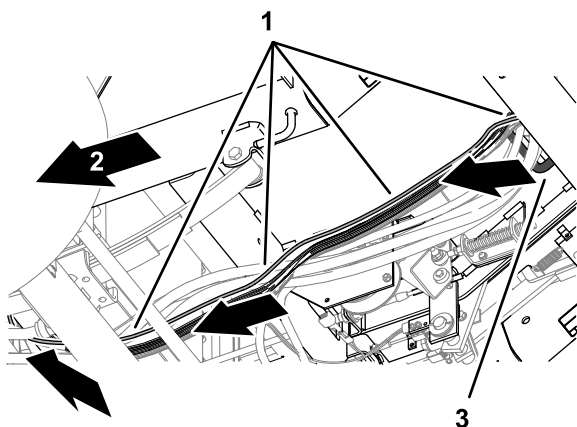

**Figura 66**
2. Enrute el cable de datos del módem por el arnés de cables de la máquina, y a través del anillo de goma de la chapa de suelo (Figura 66).